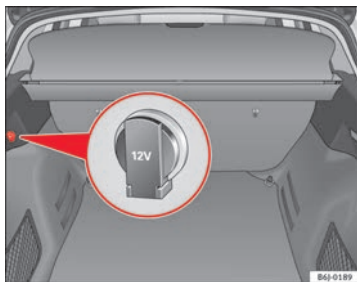

Fig. 88 Particolare del rivestimento laterale del bagagliaio: Presa a 12 Volt
- Alzare la copertura della presa di corrente ⇒ fig. 88.